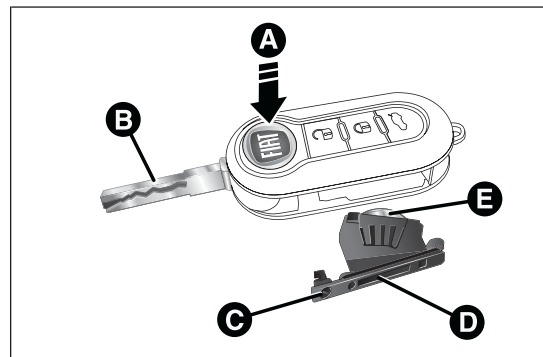

fig. 12
- premere il pulsante A fig. 12 e portare l'inserito metallico B in posizione di apertura;